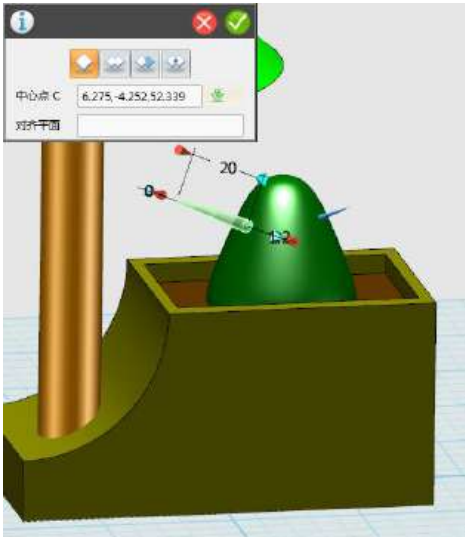

图 21 创建圆锥体作为刺
(4) 制作仙人掌身上的小刺 单击【圆锥体】，通过拖拽红色箭头把圆锥体尺寸调到合适的大小作为仙人掌的刺，如图 21（此处演示一两个，其它的留作学生练习时完成）。